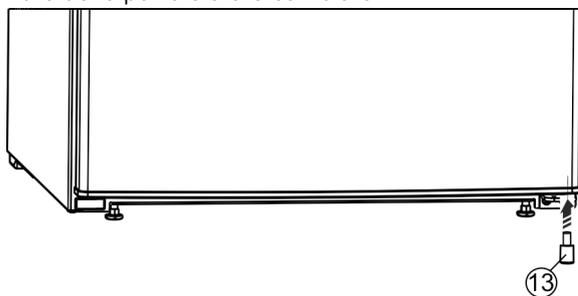

Fig. 27*
- Reinscrivere il distanziatore Fig. 27 (13) a destra in basso nella porta in quanto risulta importante per la stabilità dell'apparecchio.*